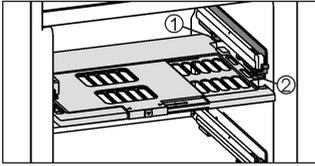

Fig. 13
- ▶ Introducir la placa de regulación de la humedad: introduzca los nervios de la tapa de la placa desde abajo en el soporte trasero Fig. 13 (1) y encájelos por delante en el soporte Fig. 13 (2).